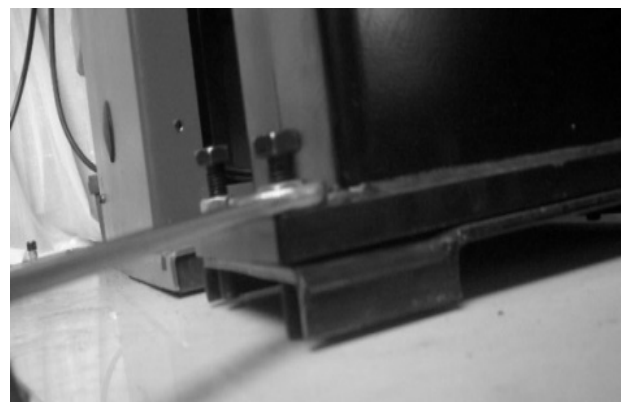

図 7-10
7.1.10 ベース部のナットを緩め、地面にしっかり接地するまでネジを時計回りに回します。(図 7-10)